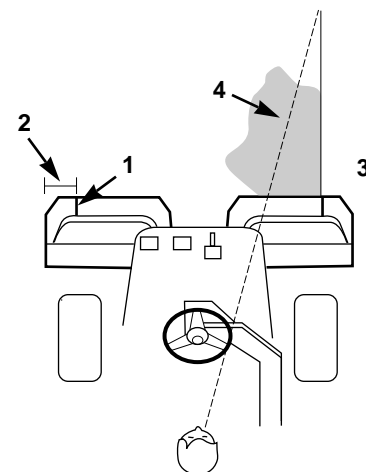

Abbildung 14
3. Bahnen beim Mähen immer etwas überlappen lassen. Damit immer in geraden, parallelen Streifen gemäht wird, empfiehlt es sich, sich eine imaginäre Linie vorzustellen, die 1,8 - 3 m vor der Maschine verlaufen sollte und sich am Rand des noch ungemähten Rasens orientiert (Fig. 14, 15). Manche finden es zudem hilfreich, die Außenkante des Lenkers in die Orientierungslinie mit einzubeziehen, d.h. die Außenkante des Lenkers mit einem Punkt ausrichten, der immer denselben Abstand zu Maschine hat (Fig. 14, 15).